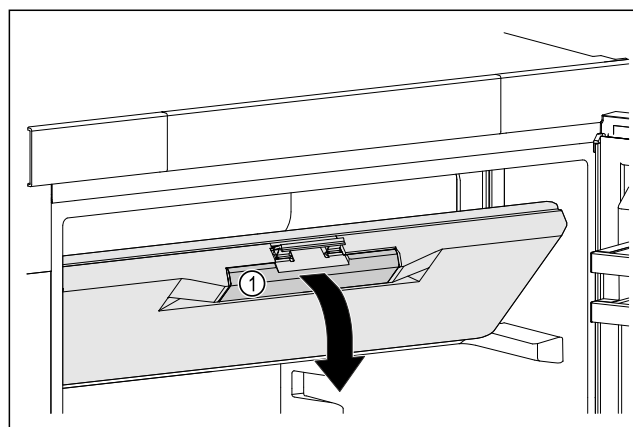

Fig. 46
- ▶ Chwycić drzwi komory zamrażalnika za zagłębienie uchwytu Fig. 46 (1).